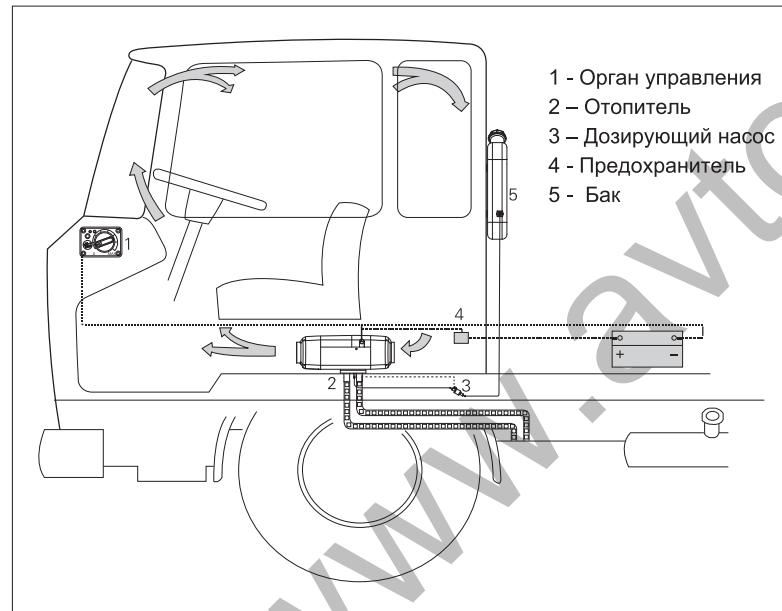
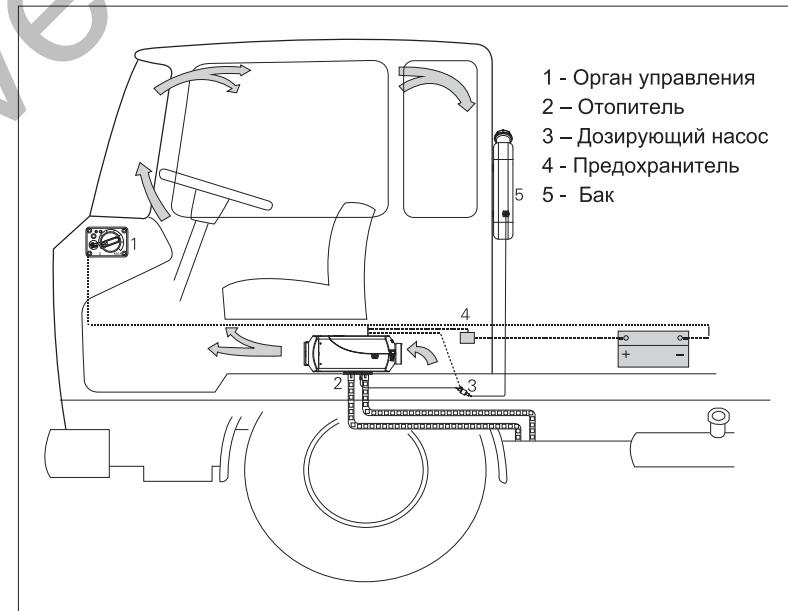

Рис. 1 (W)
Рис.2 (E)
Основной частью автомобильного воздушного автономного отопителя (далее отопитель) является малогабаритная печь на жидкотопливном топливе, которая управляется однокристальным микрокомпьютером. Печь (т.е. теплообменник) расположена во внешнем корпусе, образующем независимый воздушный канал. Холодный воздух подается в канал вентилятором нагнетателя и после нагрева выдувается, тем самым, образуется теплоснабжающая система, независимая от установленного автомобильного устройства отопления. Таким образом независимо от работы автомобильного двигателя отопитель служит для обогрева водительской кабины, салона и др. Схема работы показана на Рис. 1 (W) и Рис.2 (E).